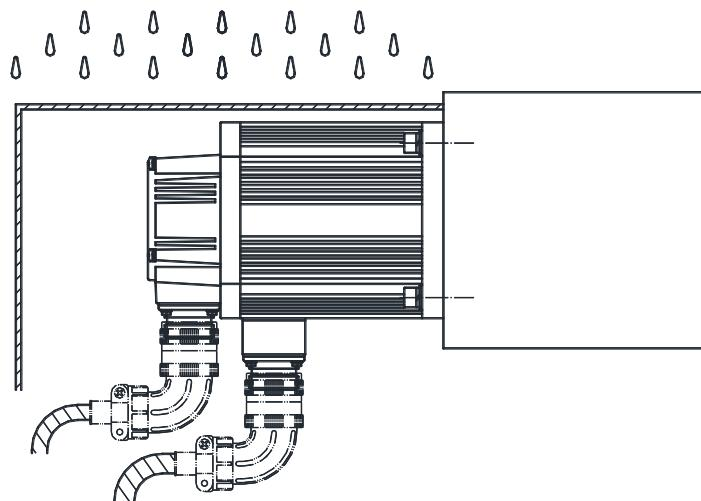

图 11
9.1 电动机结构按 GB/T 4208—2017/IEC 60529: 2013《外壳防护等级（IP 代码）》，GB/T 4942—2021《旋转电机整体结构的防护等级（IP 代码）分级》的 IP54(或 IP65) 进行防护，防止人体触及电动机内部危险部件，以及外来物质的干扰，保证电动机正常工作。但大部分切削液、润滑剂等液态物质渗透力很强，电动机长时间接触这些液态物质，可能会导致不能正常工作或使用寿命缩短。因此，在电动机安装使用时需采取适当的防护措施，尽量避免接触上述液态物质，更不能将其置于液态物质里浸泡（如图 11 所示）。
9.2 当电动机线缆排布不当时，可能会导致切削液等液态物质沿电缆导入并积聚到接插件处，继而引起电动机故障。因此，在安装使用时尽量使电动机接插件侧朝下（如图 11 所示）或朝水平方向布置。